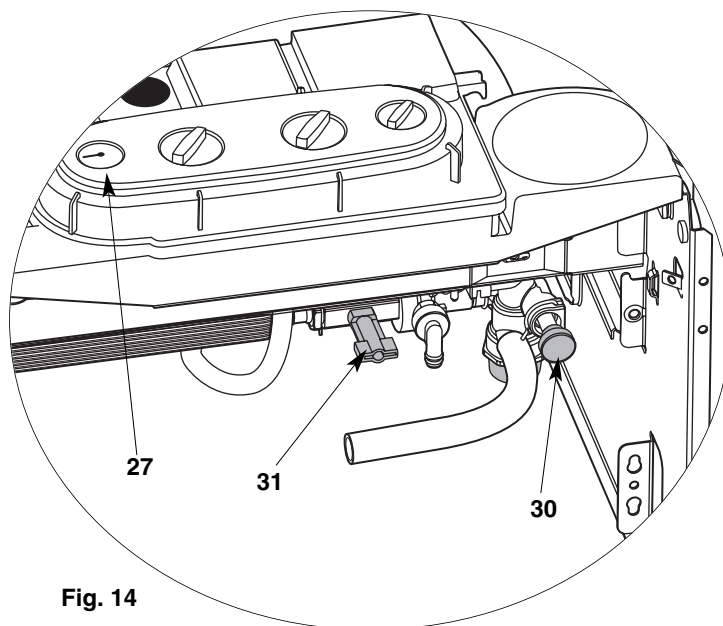

Fig. 14
- un disconnecteur NF est placé sur le bloc hydraulique de la chaudière (entre repère 30 et 31 fig.14)
- ouvrir les robinets gris de remplissage **30** et **31** (fig. 14)